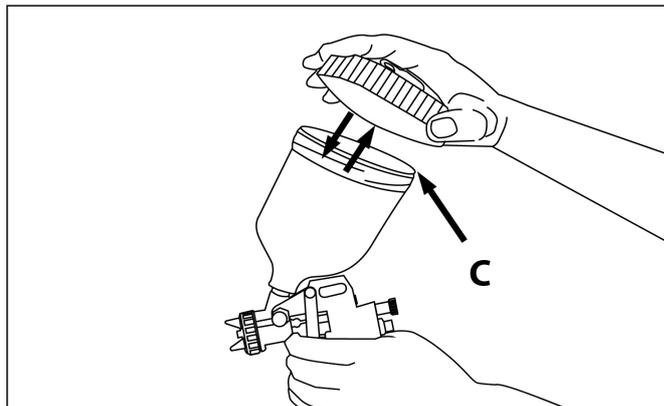

Рис.6
4. Снимите со стакана **A** крышку **C** (рис. 6).
- Периодически смазывайте гнездо **N**, в которое вставляется игла (рис. 6).